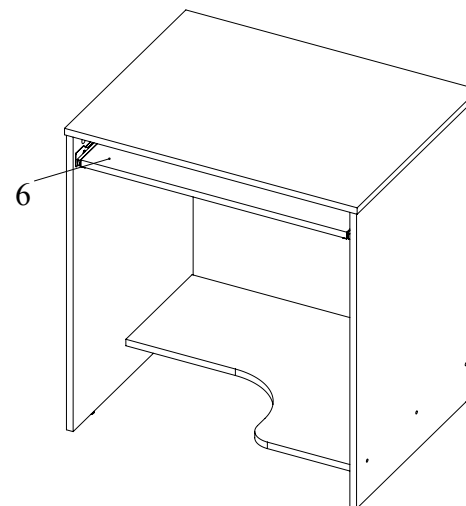

Рис.6
7. Вставить в направляющие выдвижную полку (Рис. 6).